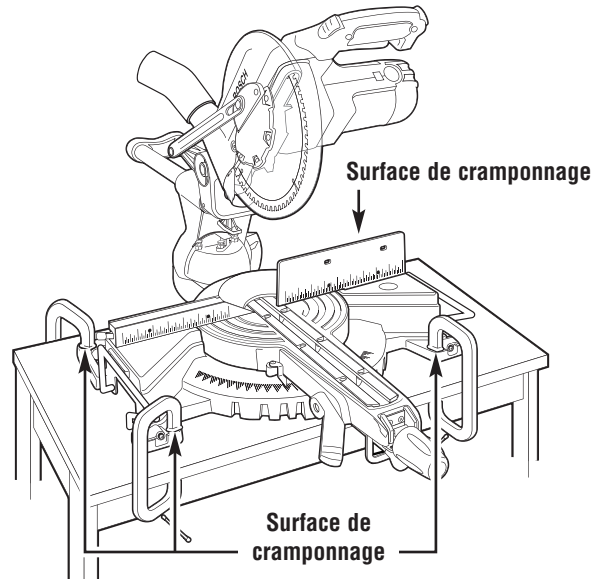

Figure 17. Montage portatif à l'aide de serre-joints
- Placez un crampon en « C » sur chacune des zones de cramponnage et assujettissez la scie (Figure 17).